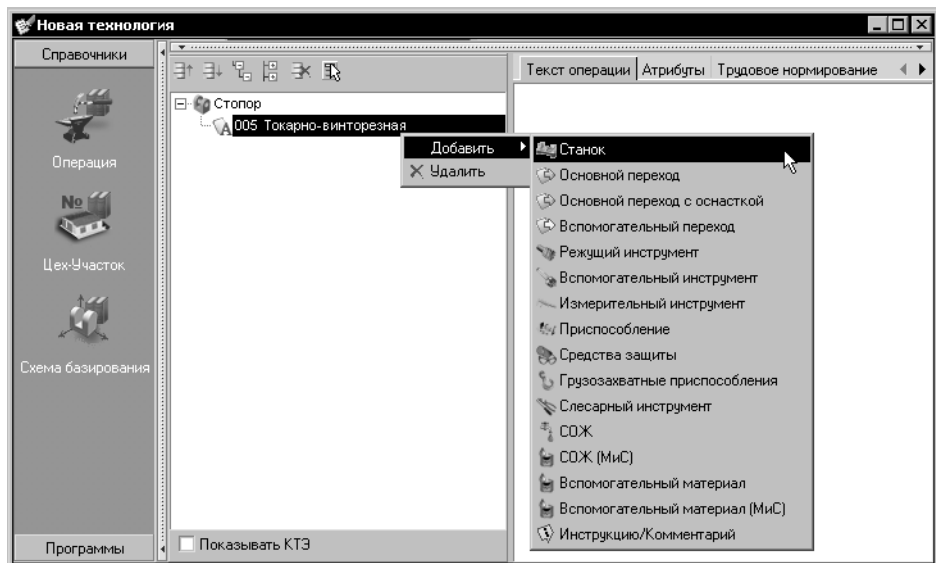

Рис. 9.6. Вызов справочника «Станки»
2. В контекстном меню выберите пункт **Добавить — Станок** (рис. 9.6).